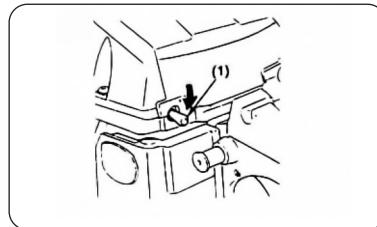

Рис. 14
- Установить переключатель в положение останова ("О") (Рис. 14).